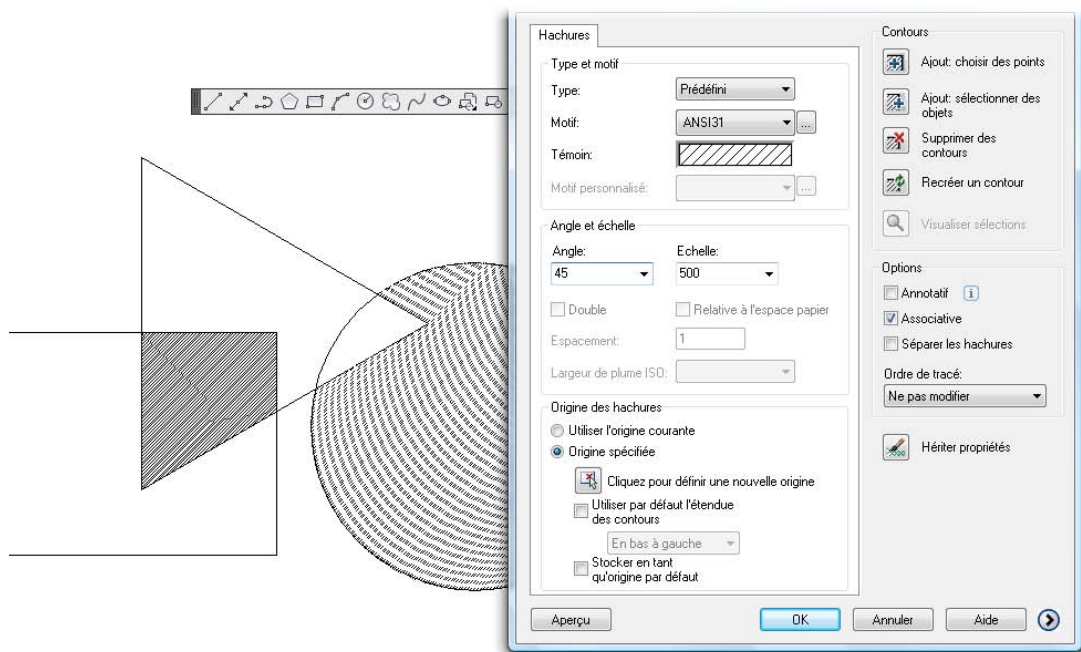

Figure 5.37
- Vous avez hachuré deux zones distinctes. Les hachures sont trop denses. Double-cliquez sur une hachure (voir Figure 5.37) : la boîte de dialogue Hachures réapparaît aussitôt. Changez les paramètres d'échelle, comme c'est indiqué à la figure, afin d'avoir une meilleure lecture. Donnez également un nouvel angle à la hachure ANSI31, composée de lignes horizontales.
- Étirez l'objet jusqu'à l'angle inférieur gauche du rectangle (voir Figure 5.40). Vous remarquerez que la hachure du triangle a automatiquement suivi la modification de l'objet. Cela est uniquement dû au fait qu'elle a été paramétrée à l'origine comme *associative* (voir à la Figure 5.37, où cette option est cochée).